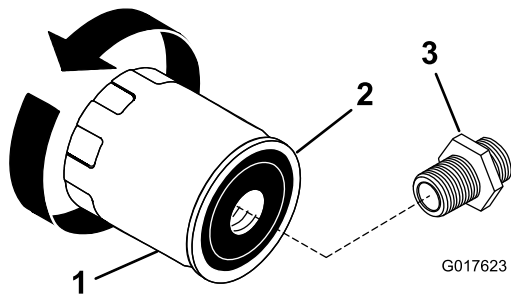

Figure 19
- Retirez le filtre à huile usagé et essuyez la surface du joint de l'adaptateur (Figure 19).
- Appliquez une fine couche d'huile neuve sur le joint en caoutchouc du filtre de rechange (Figure 19).
- Tournez le filtre à huile dans le sens horaire jusqu'à ce que le joint touche l'adaptateur, puis donnez 1/2 à 3/4 de tour supplémentaire (Figure 19).